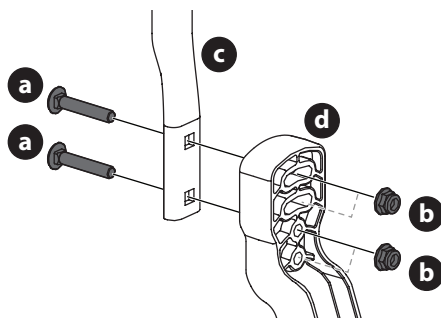

Fig. 8
1. Extraiga los dos tornillos de carro (a) y las dos tuercas de seguridad con brida (b) que sujetan la palanca de control de la transmisión de barra de seguridad (c) hasta el regulador de palanca superior (d) (Fig. 8).
2. Mueva la palanca de control de la transmisión de barra de seguridad hasta una de las dos alturas disponibles y sujétela en su lugar con los tornillos del carro (a) y las tuercas de seguridad con brida (b) (Fig. 8).